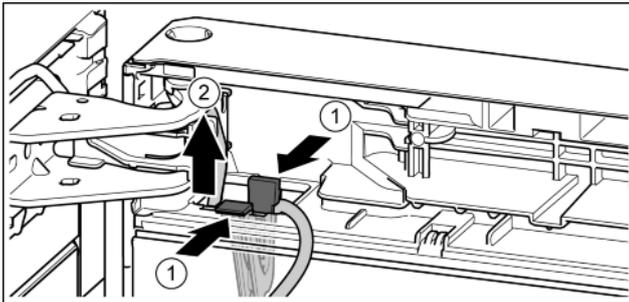

Fig. 20
- ▶ Appuyer sur la languette. Fig. 20 (1)
- ▶ Sortir le support de câble avec le câble attaché. Fig. 20 (2)